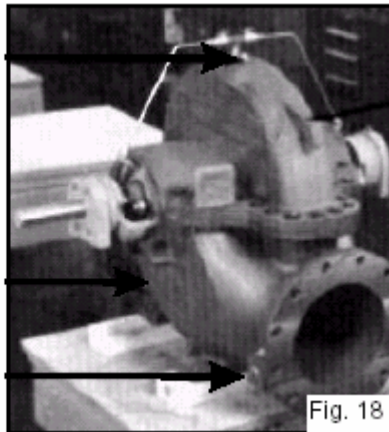

Fig. 18
1. Vidanger la pompe en ouvrant le purgeur d'air (A Fig. 18) et les bouchons de vidange (B et C) des buses d'aspiration et de refoulement.